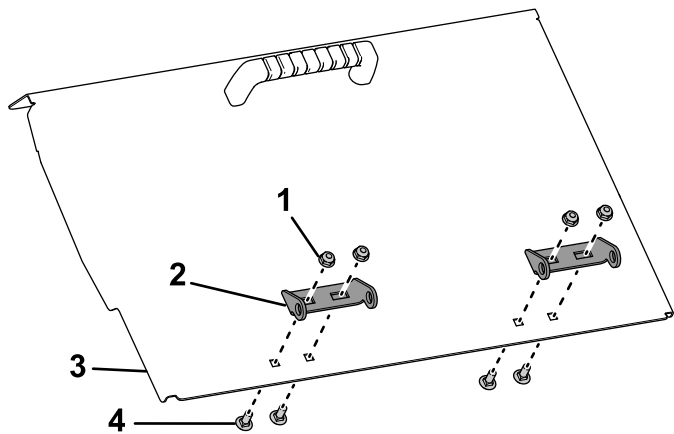

図 7
6. ホッパーのドアに蝶番を取り付ける付属のキャリッジボルト $\frac{1}{4} \times \frac{5}{8}$ "とロックナットを使用する【図 7】。